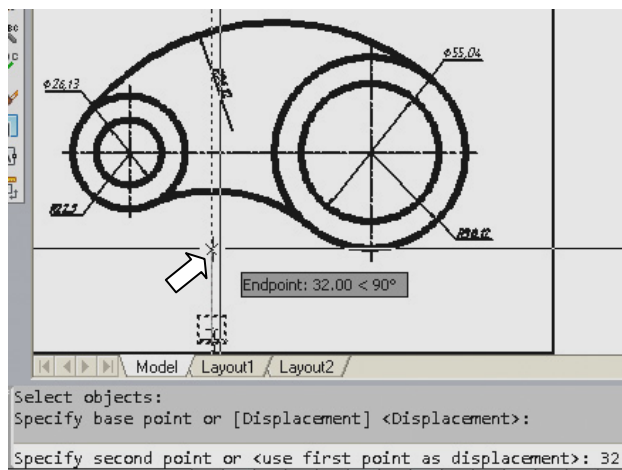

Рис. 5.54. Перемещение маркера центра
- 2) командой **MOVE** (ПЕРЕМЕЩЕНИЕ) в режиме **ORTHO** переместите маркер центра на новое место (ближе к дуге примерно на 32 мм) (рис. 5.54);